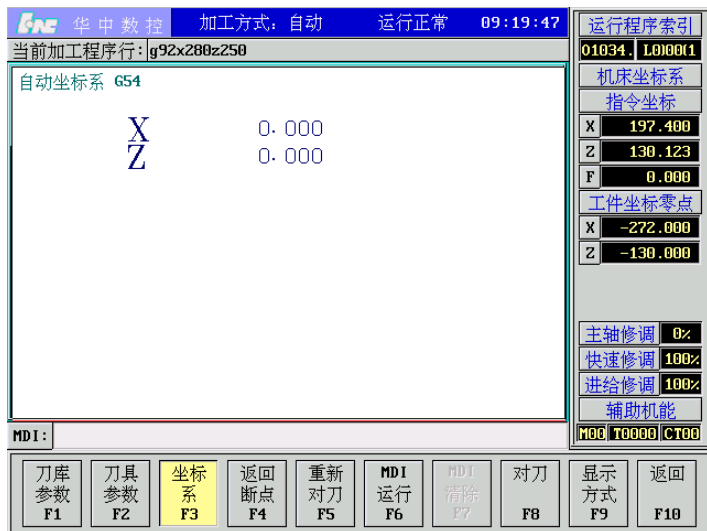

图 4.1.1 MDI 方式下的坐标系设置
- (1) 在 MDI 功能子菜单(图 4.0.1)下按 **F3** 键，进入坐标系手动数据输入方式，图形显示窗口首先显示 G54 坐标系数据，如图 4.1.1 所示；
- (2) 按 **Pgdn** 或 **Pgup** 键，选择要输入的数据类型：G54/G55/G56/G57/G58/G59 坐标系/当前工件坐标系等的偏置值（坐标系零点相对于机床零点的值），或当前相对值零点；
- (3) 在命令行输入所需数据，如在图 4.1.1 所示情况下输入“X0 Z0”，并按 **Enter** 键，将设置 G54 坐标系的 X 及 Z 偏置分别为 0、0；
- (4) 若输入正确，图形显示窗口相应位置将显示修改过的值，否则原值不变。